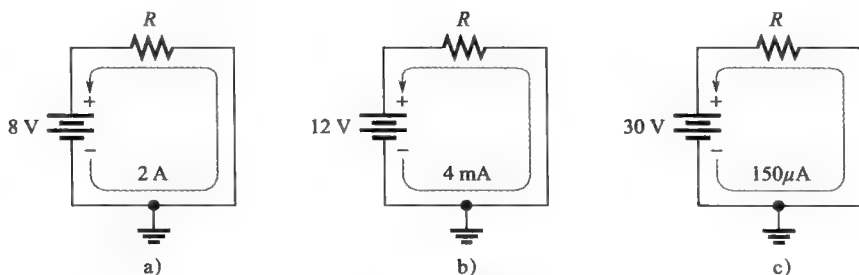

图 3-31 习题 17 图
17. 在图 3-31 所示的各个电路中, 根据指定的电流值, 选择正确的电阻值。